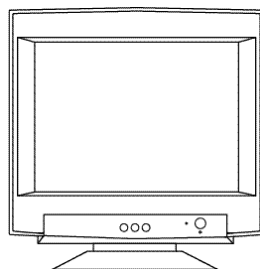

Figura D.1
- 5 Accendete il vostro monitor (Figura D.1) e il computer.